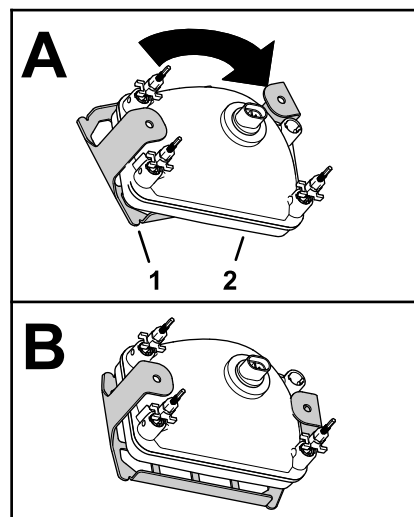

Figura 45
4. Monte los protectores en los faros, como se muestra en la Figura 45.
7. Sujete el protector del faro al soporte de montaje del faro (Figura 45) con los 4 pernos con arandela prensada (5/16" x 5/8").